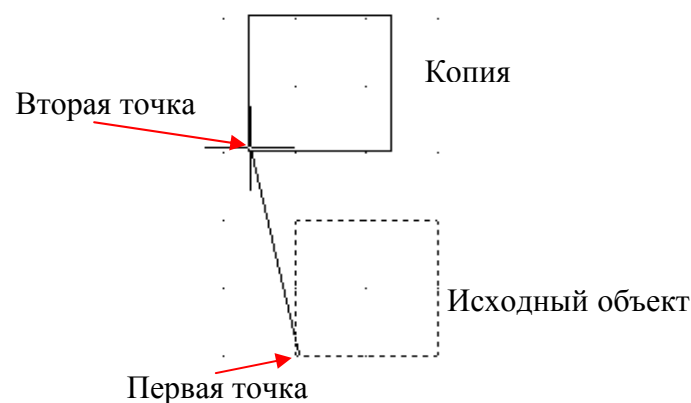

Рис. 1.11. Копирование изображения
*Базовая точка или:* Укажите левый нижний угол или вершину квадрата, рис. 1.11.